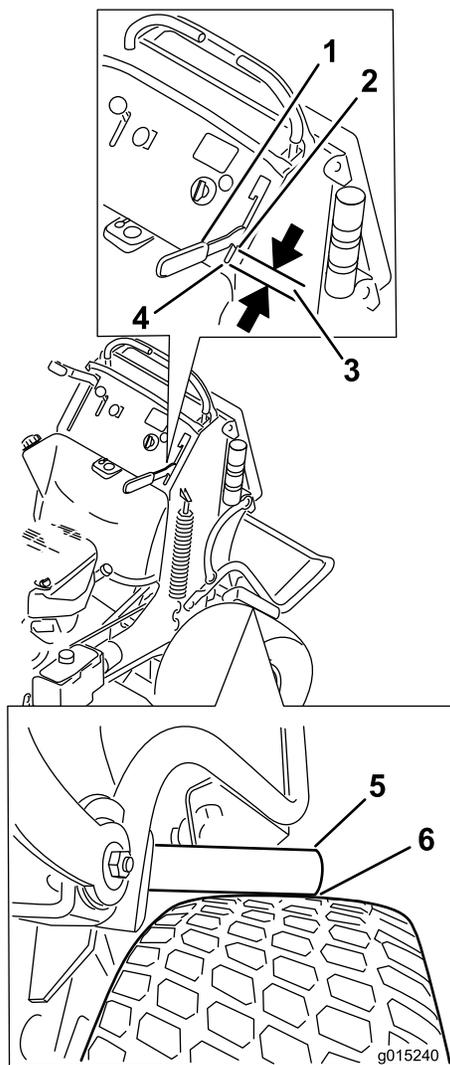

図 63
4. ブレーキ・レバーを操作して、ブレーキ・バーがタイヤに最初に接触するところで止める (図 63)。
5. ブレーキ・バーがタイヤに接触している状態で、ハンド・レバーの前面から、コントロール・パネルのスロットの終点までの距離を測る。この距離が 19 mm であれば適正。必要に応じてブレーキを調整する (図 63)。